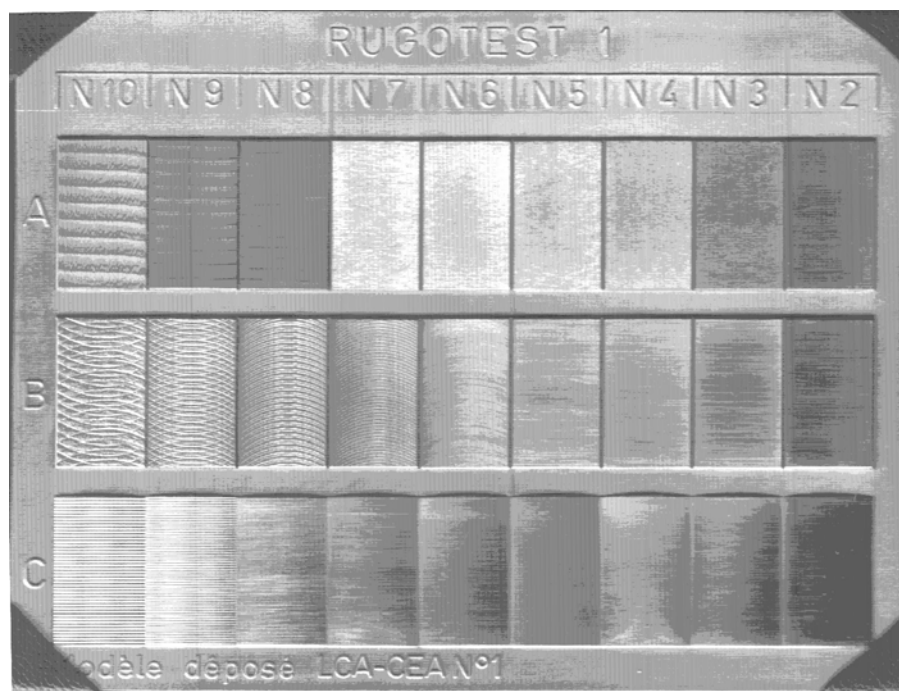

Figure 29
a) **Contrôle par comparaison visiotactile** ( figure 29)